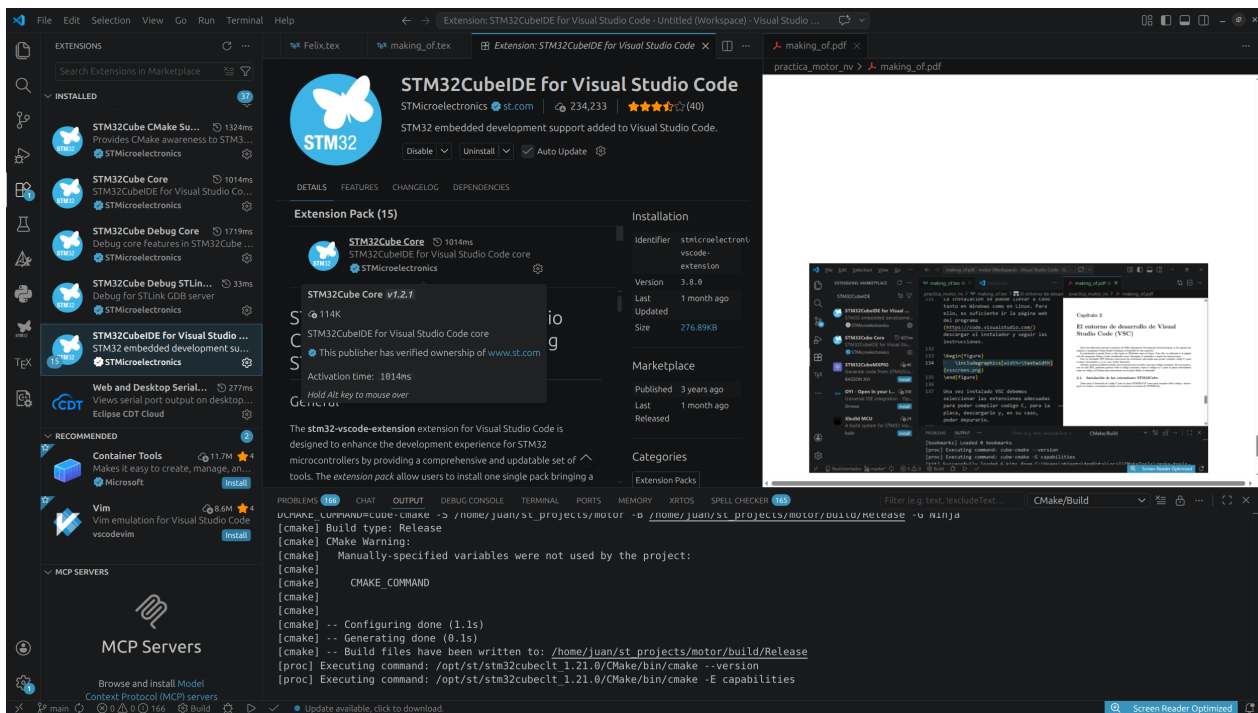

Figura 2.1: Ventana de Visual Studio Code
Si abrimos el programa, una vez instalado, accedemos a una ventana como la se muestra en la figura 2.1. Vamos a describir brevemente los elementos más importantes.
- Barra Lateral, inmediatamente a la derecha de la anterior, ofrece distintas vistas y paneles, dependiendo de la actividad seleccionada en la barra de actividad. En la figura 2.1, se ve el panel correspondiente a las extensiones, porque la actividad seleccionada, ha sido precisamente el botón extensions. Se pueden recorrer las extensiones disponibles, comprobar si están o no instaladas, y seleccionarla para su instalación/desinstalación, configuración, etc.
- El editor. Ocupa el area central. Su objetivo es escribir y editar código. Es posible abrir varios editores uno al lado del otro y de este modo trabajar en varios archivos simultáneamente. En la figura 2.1, se muestra un fichero de texto que contiene la fuente el $\text{\LaTeX}$ con la que se han elaborado estas notas. A su derecha, se ve el texto resultante en un archivo pdf.